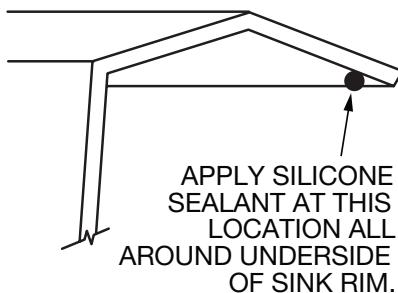

Figure 3
3. Apply a continuous 3/8" diameter bead of sealant to the underside of the rim as shown in Figure 3. Set sink into countertop and fasten in place with locking bars and screws provided. CAUTION: Tighten screws until locking bars contact the underside of the countertop and will not spin. DO NOT overtighten.
3. Appliquez une goutte de 9,5 mm (3/8 po) de diamètre de l'agent d'étanchéité sous le dessus du bord comme indiqué à la Figure 3. Installez l'évier au comptoir et fixez en place avec les barres de verrouillage et les vis fournies. AVERTISSEMENT : serrez les vis jusqu'à ce que les barres de verrouillage fassent contact avec le dessous du comptoir et ne puissent tourner. NE PAS trop serrer.